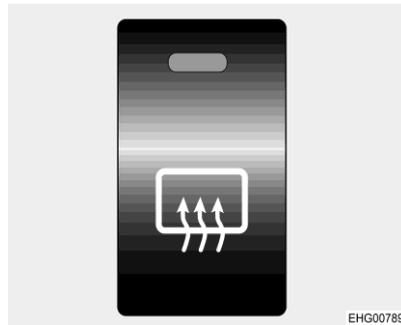

Fig. 38 Interruptor de calefacción de los retrovisores exteriores
- Pulsar el interruptor (Fig. 38) en el salpicadero. La luz de control en el interruptor indica el funcionamiento.